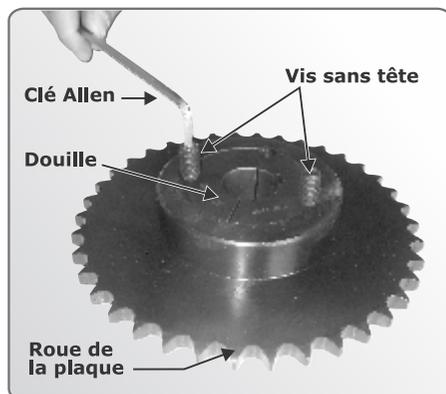

FIGURE 27
8. Insérez la douille conique dans la roue de la plaque comme indiqué dans la figure 27 et utilisez les deux vis sans tête pour fixer la douille en place.